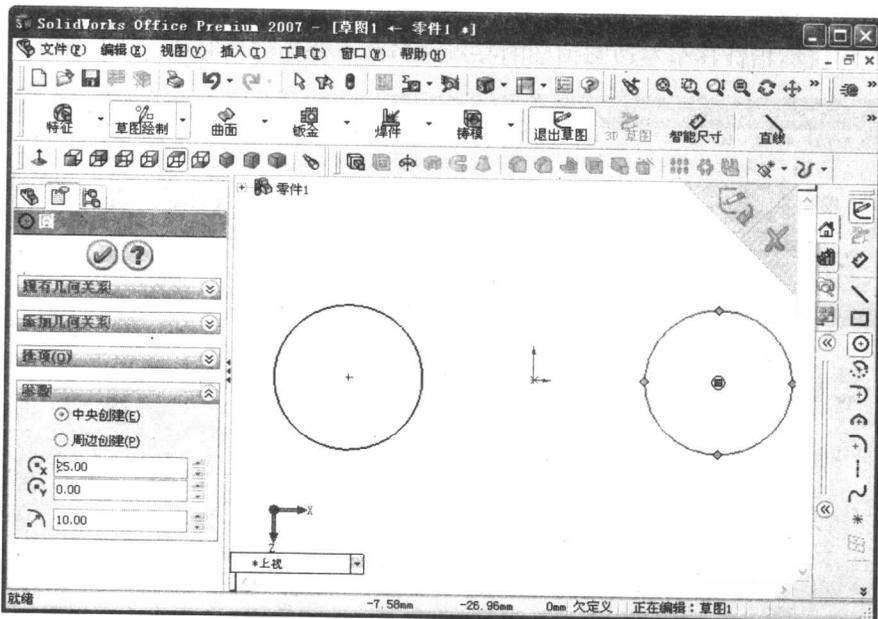

图 1.9 绘制另一个圆
(4) 重复步骤(3), 在绘图原点右边水平位置绘制半径为 10mm 的另一圆, 如图 1.9 所示。